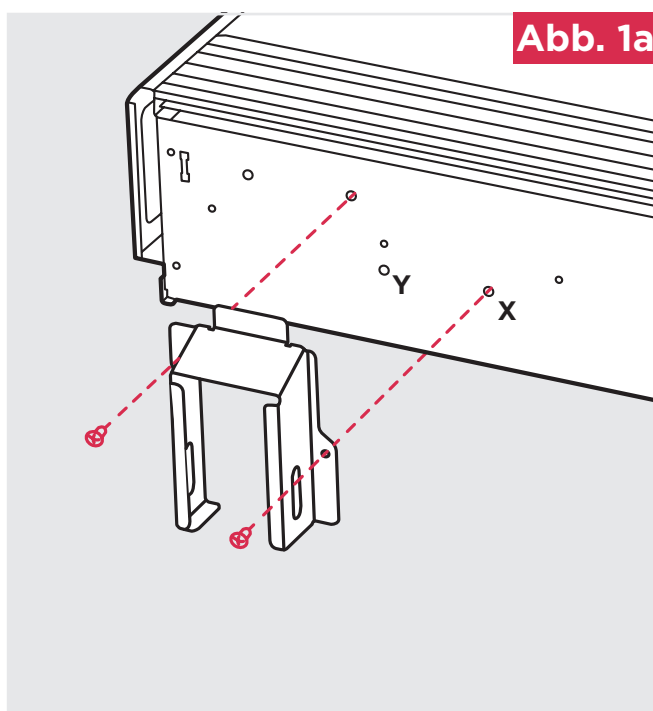

Abb. 1a
2. Die Füße werden in der Standardposition montiert (**X**) und können bei Bedarf in die Außenposition (**Y**) bewegt werden. (**Abb. 1a** und **Abb. 1b**). NB: Abhängig von der Bodenordnung kann eine Neupositionierung der Füße erforderlich sein (z. B. Ersetzen einer Installation).